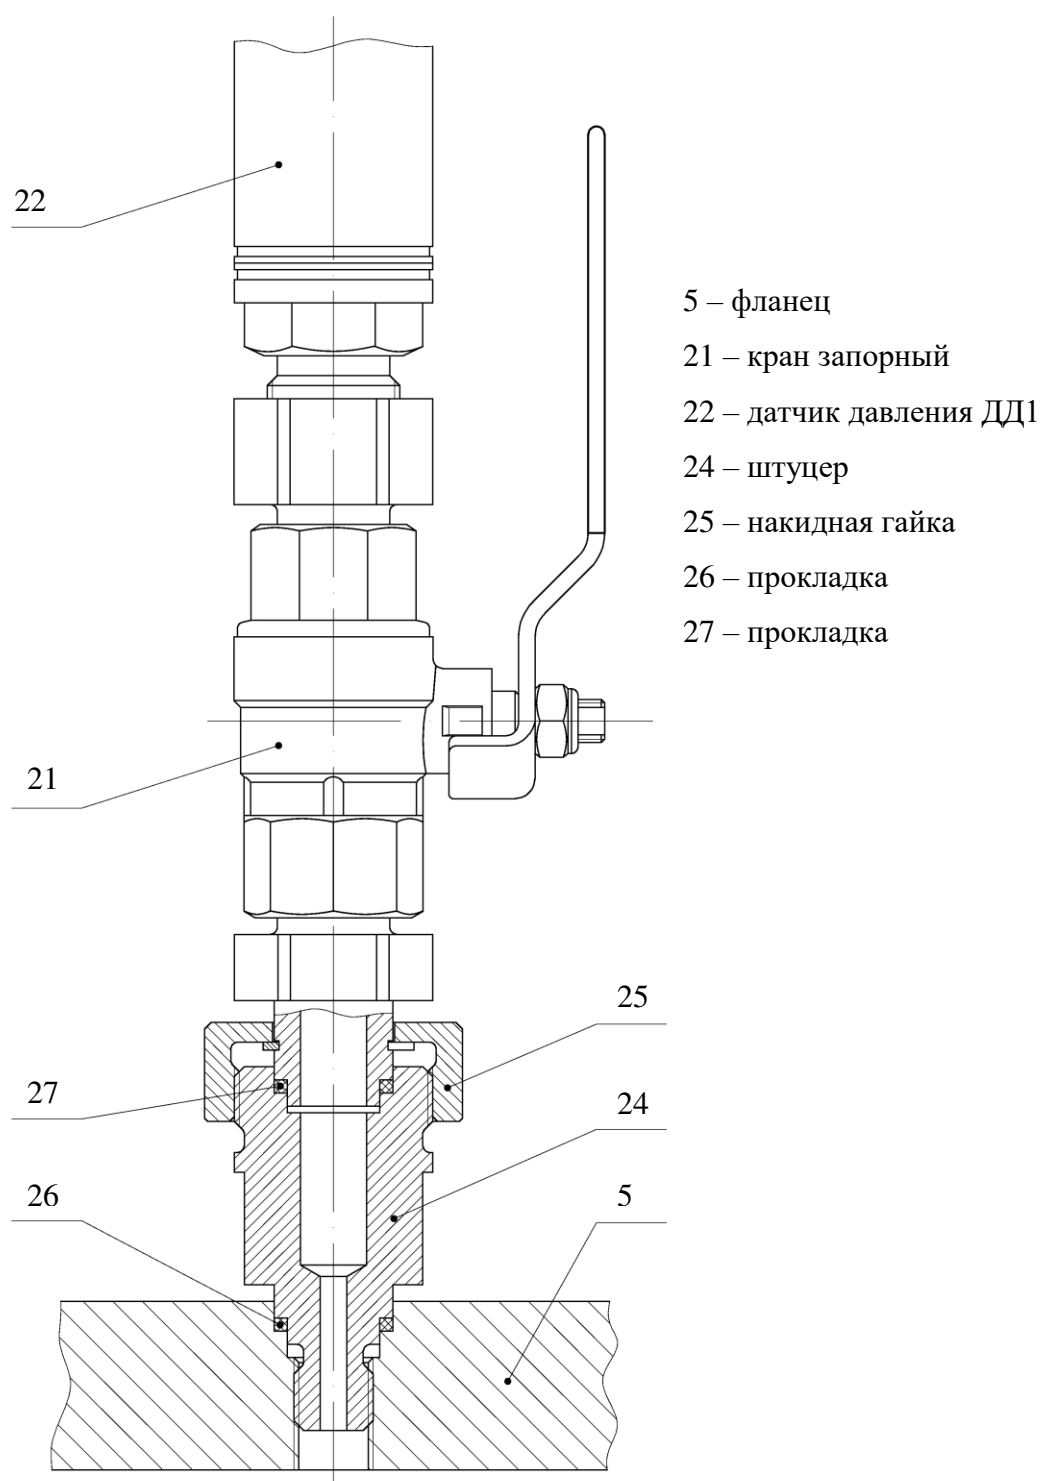

Рисунок 2.5 – Монтаж ДД1
- установить на фланец 5 (рисунок 2.5) в месте установки крана запорного 21 прокладку 26, входящую в комплект поставки и вернуть во фланец 5 штуцер 24;